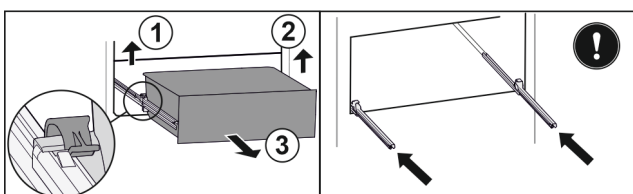

Fig. 85
- Soulever la bride gauche et tirer dans le même temps la partie gauche du tiroir vers l'avant. Fig. 85 (1)
- Soulever la bride droite et tirer dans le même temps la partie droite du tiroir vers l'avant. Fig. 85 (2)
- Retirer le tiroir par l'avant. Fig. 85 (3)